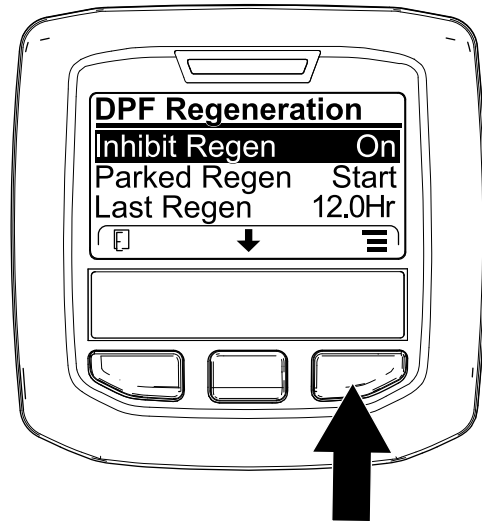

Figura 66
1. Acceda al menú DPF Regeneration (Regeneración de DPF), pulse el botón central para desplazarse hacia abajo, hasta la opción INHIBIT REGEN (Inhibir regeneración) y pulse el botón derecho para seleccionar la opción Inhibit Regen (Figura 66).
2. Pulse el botón derecho para cambiar el ajuste de inhibición de regeneración de Activado a Desactivado (Figura 66) o viceversa (Figura 67).